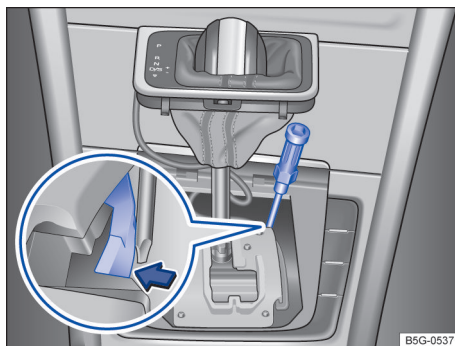
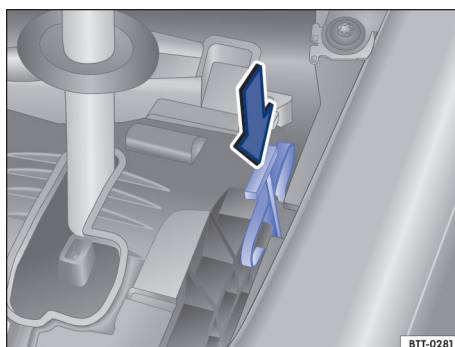

Fig. 117 Abaixo da cobertura da correção da alavanca seletora: destravamento de emergência (variante 1).
Fig. 118 Abaixo da cobertura da correção da alavanca seletora: destravamento de emergência (variante 2).
- Puxe a cobertura, pela área da coifa da alavanca seletora, para cima e com cuidado junto com os cabos elétricos que estão conectados → Fig. 117.
- Com a fenda da chave de fenda das ferramentas de bordo, pressione a alavanca de destravamento com cuidado no sentido da seta e a mantenha nesta posição → Fig. 117 (variante 1) ou pressione a alavanca de destravamento no sentido da seta e a mantenha nesta posição → Fig. 118 (variante 2).